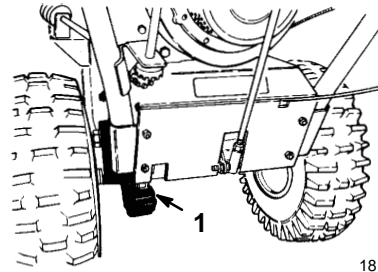

Abbildung 21
- Das Kabel von der Zündkerze abziehen und darauf achten, daß es die Kerze nicht versehentlich berühren kann. Die Antriebskette mit Kettenöl schmieren (Abb. 21).